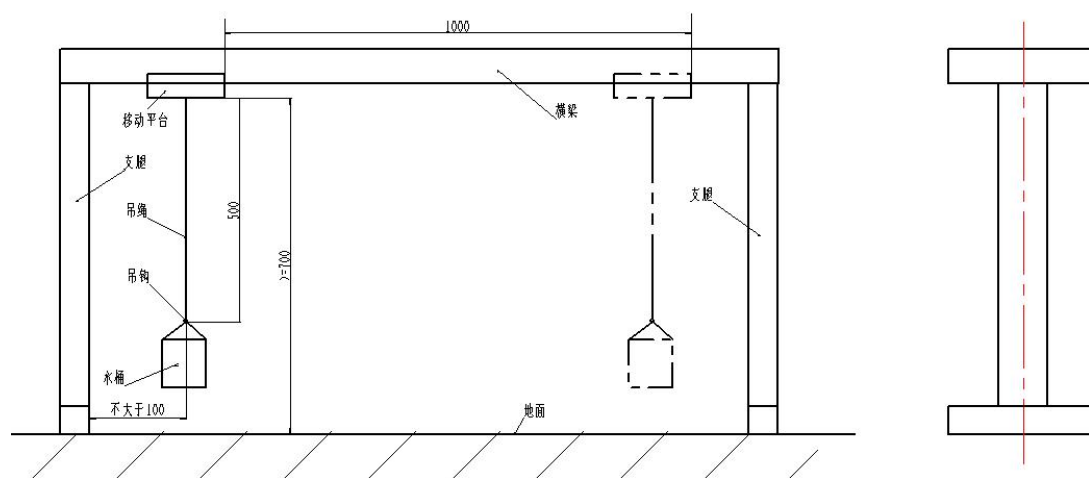

图5 平稳输送赛竞赛装置示意图
1、输送赛装置如图 5 所示，横梁上的移动平台的有效行程不少于 1000mm，